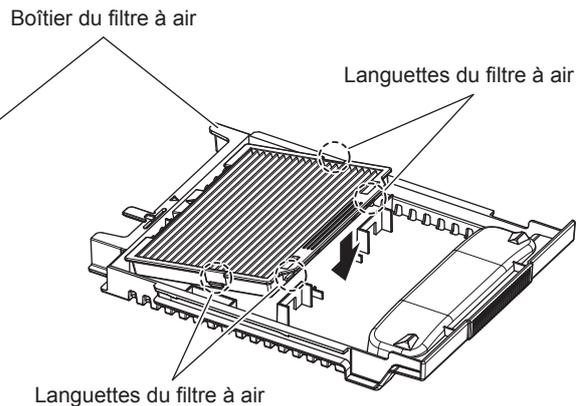

Fig. 2
2) **Sortez le boîtier du filtre à air. (Fig. 2)**
- Enfoncez le filtre à air dans le sens de la flèche, puis emboîtez solidement les languettes. (Fig. 2)